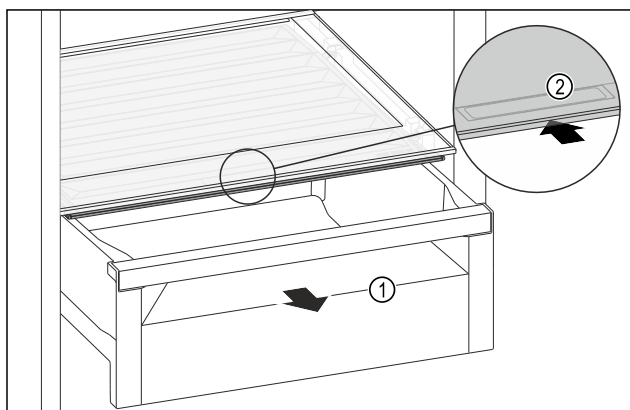

Fig. 176
- ▶ Zásuvku Fig. 176 (1) vytáhněte.
- ▶ Uchopte prohlubeň pro rukojeť Fig. 176 (2) na víku zásuvky a současně zasuňte víko zásuvky směrem dozadu.